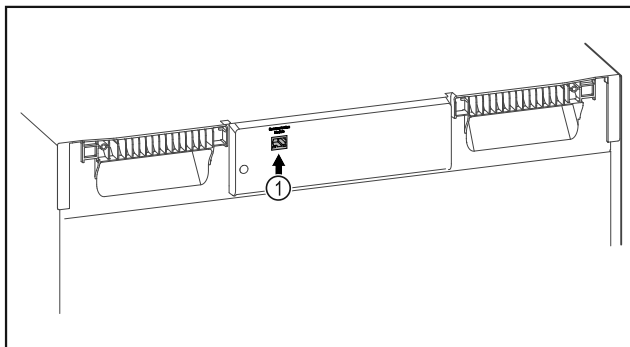

Fig. 108
- SmartModule Fig. 108 (1) inserito.